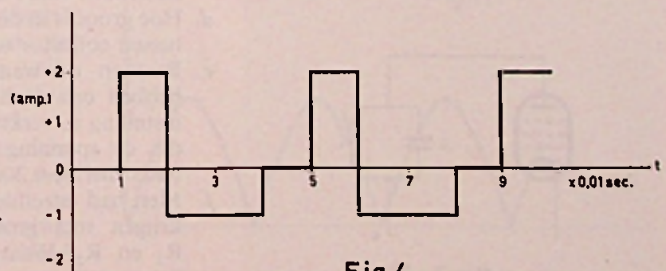

Fig.4
d. Door de condensator vloeit nu de wisselstroomcomponent; dat is de totale stroom, verminderd met de gelijkstroomcomponent (1 ampère). Het verloop van deze stroom is dus zoals in fig. 4 is geschetst.
f. Om de effectieve waarde van de stroom volgens fig. 4 te vinden, denken we ons deze stroom te vloeien door een willekeurige weerstand  $R'$ . Het energieverbruik in deze weerstand is dan  $25 \times (0^2 \times 0,01 + 2^2 \times 0,01 + 1^2 \times 0,02) \times R' = 1,5 R'$  watt.